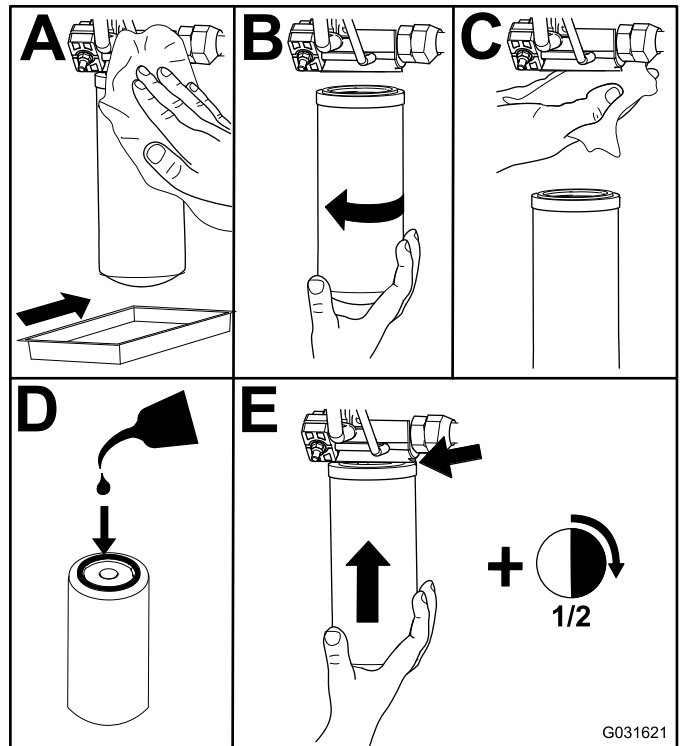

Figura 70
2. Sostituite il filtro idraulico di carica nel vano di sollevamento idraulico, come illustrato nella Figura 70.
4. Sostituite il filtro di ritorno sul lato destro della macchina (Figura 70).